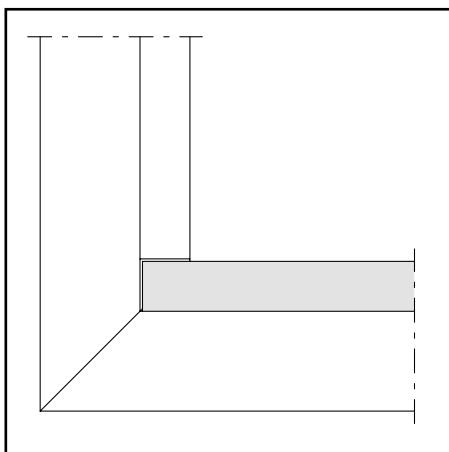
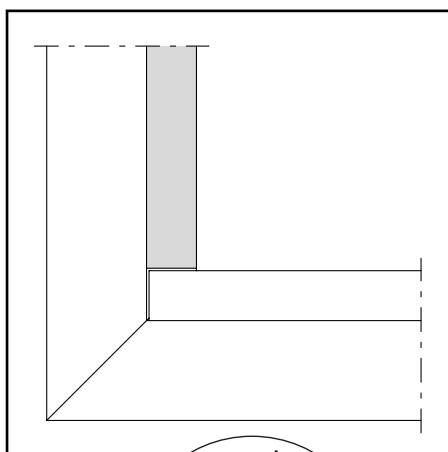

Abb. 4 / Fig. 4 / Fig. 4
Abb. 5 / Fig. 5 / Fig. 5
**Zuschnitt Glasleisten (Abb. 4/5)**
Damit die Glasleisten im Brandfall dilatieren können, müssen sie auf Untermass zugeschnitten werden. Die horizontalen Glasleisten (Abb. 4) werden durchgeführt, die vertikalen Glasleisten dazwischengesetzt (Abb. 5). Pro Meter ist die Glasleiste um 1 mm zu verkürzen.
**Coupe des parcloses (fig. 4/5)**
Afin de permettre la dilatation des parcloses en cas d'incendie, il faut les couper à une dimension inférieure à la cote prescrite. Les parcloses horizontales sont posées en continu (fig. 4), les parcloses verticales sont intercalées (fig. 5). La parclose doit être raccourcie d'1 mm par mètre.
**Cutting glazing bead to size (fig. 4/5)**
The glazing beads must be cut to a dimension smaller than specified to allow for expansion in the event of fire. The horizontal glazing beads (fig. 4) are continuous, the vertical ones are positioned between them (fig. 5). The glazing bead must be shortened by 1 mm per metre.